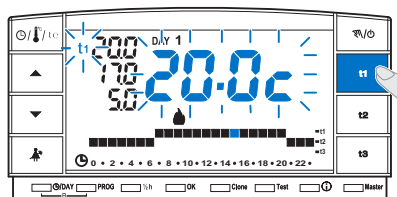

Abb. 29
- Drücken Sie die Taste des Temperatursollwertes, der gesperrt werden soll (**t1** oder **t2**); das gewählte Kurzzeichen (**t1** oder **t2**) und die mittleren Digits mit der zugehörigen Temperatur blinken (Beispiel in Abb. 29).